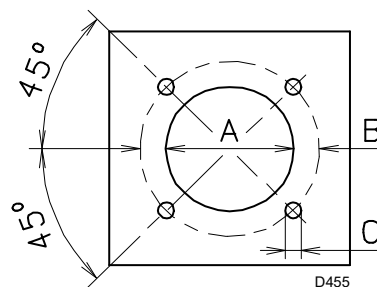

Fig. 12
Găuriți placa de închidere a camerei de ardere ca în Fig. 12 (Tab. L) Poziția găurilor filetate poate fi trasată cu ajutorul scutului termic furnizat cu arzătorul.
- Glisați întregul arzător pe orificiul cazanului pregătit anterior (Fig. 12) și fixați-l cu șuruburile furnizate.